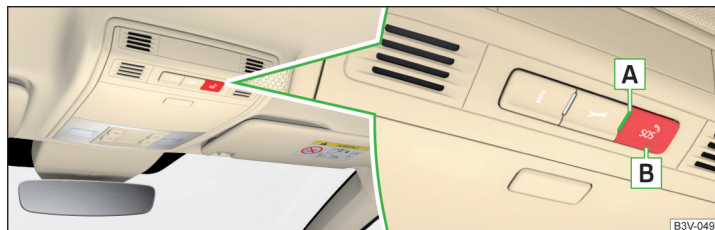

Abb. 10 Notruftaste
- Die Taste **B** » **Abb. 10** gedrückt halten.
Der **Systemzustand** wird nach dem Einschalten der Zündung durch Aufleuchten der Kontrollleuchte **A** » **Abb. 10** angezeigt.